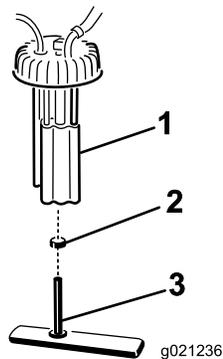

Figure 55
2. Débranchez les connecteurs des faisceaux de câblage de la pompe à carburant (Figure 55).
3. Déposez la pompe à carburant et le filtre à carburant du réservoir (Figure 55).
- Enlevez le collier qui fixe le flexible du filtre à carburant au raccord de la pompe à carburant. Débranchez le flexible du raccord (Figure 55).